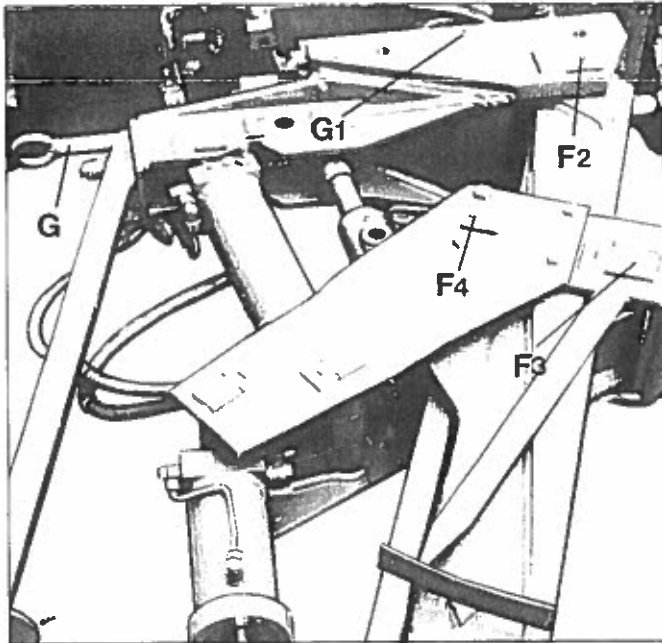

Fig.15
Alle Lagerungen mit Schmiernippel - z.B. am Drehzylinder, Drehachse, Verkantungsspindeln, Spindellager (G), Führungsschienen G1, Rahmenbolzen F2, Konsolenlagerungen F3 (siehe Fig. 15), Scheibenseche, Tastrad (Kombirad) einschl. Halterungen - regelmäßig schmieren; bei sehr steinigem Boden die Lagerungen der Steinsicherung (Vari-Avant) täglich schmieren.
Buchsen der Konsolen- und Schubstangenlagerungen (F3; F4) und der Rahmenlagerung (F2) sind auswechselbar (siehe Fig. 15).